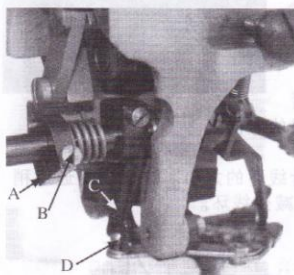

图.12
- 1) 按拉力为零时，将修剪弹簧夹（A，图12）旋转大约45度，然后拧紧螺钉（B，图12）。
- 2) 由于剪刀（A，图13）是通过剪线运转杆、修正杆传动曲柄来传递运动，必须使调整修正杆传动曲柄（C，图12）卡入剪线器运转杆上的球体（D，图12）。